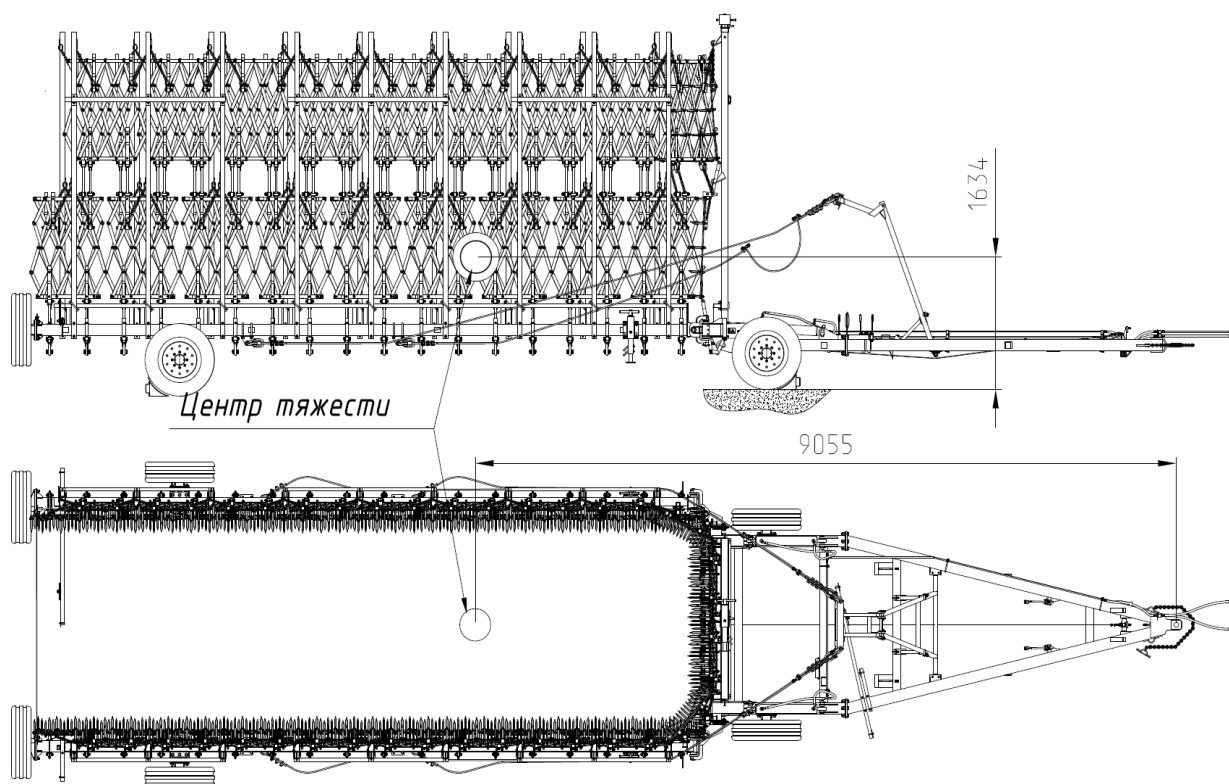

Рис.13 Положение центра тяжести БШГ21 в транспортном положении.
18.Положение центра тяжести	См. рис. 13